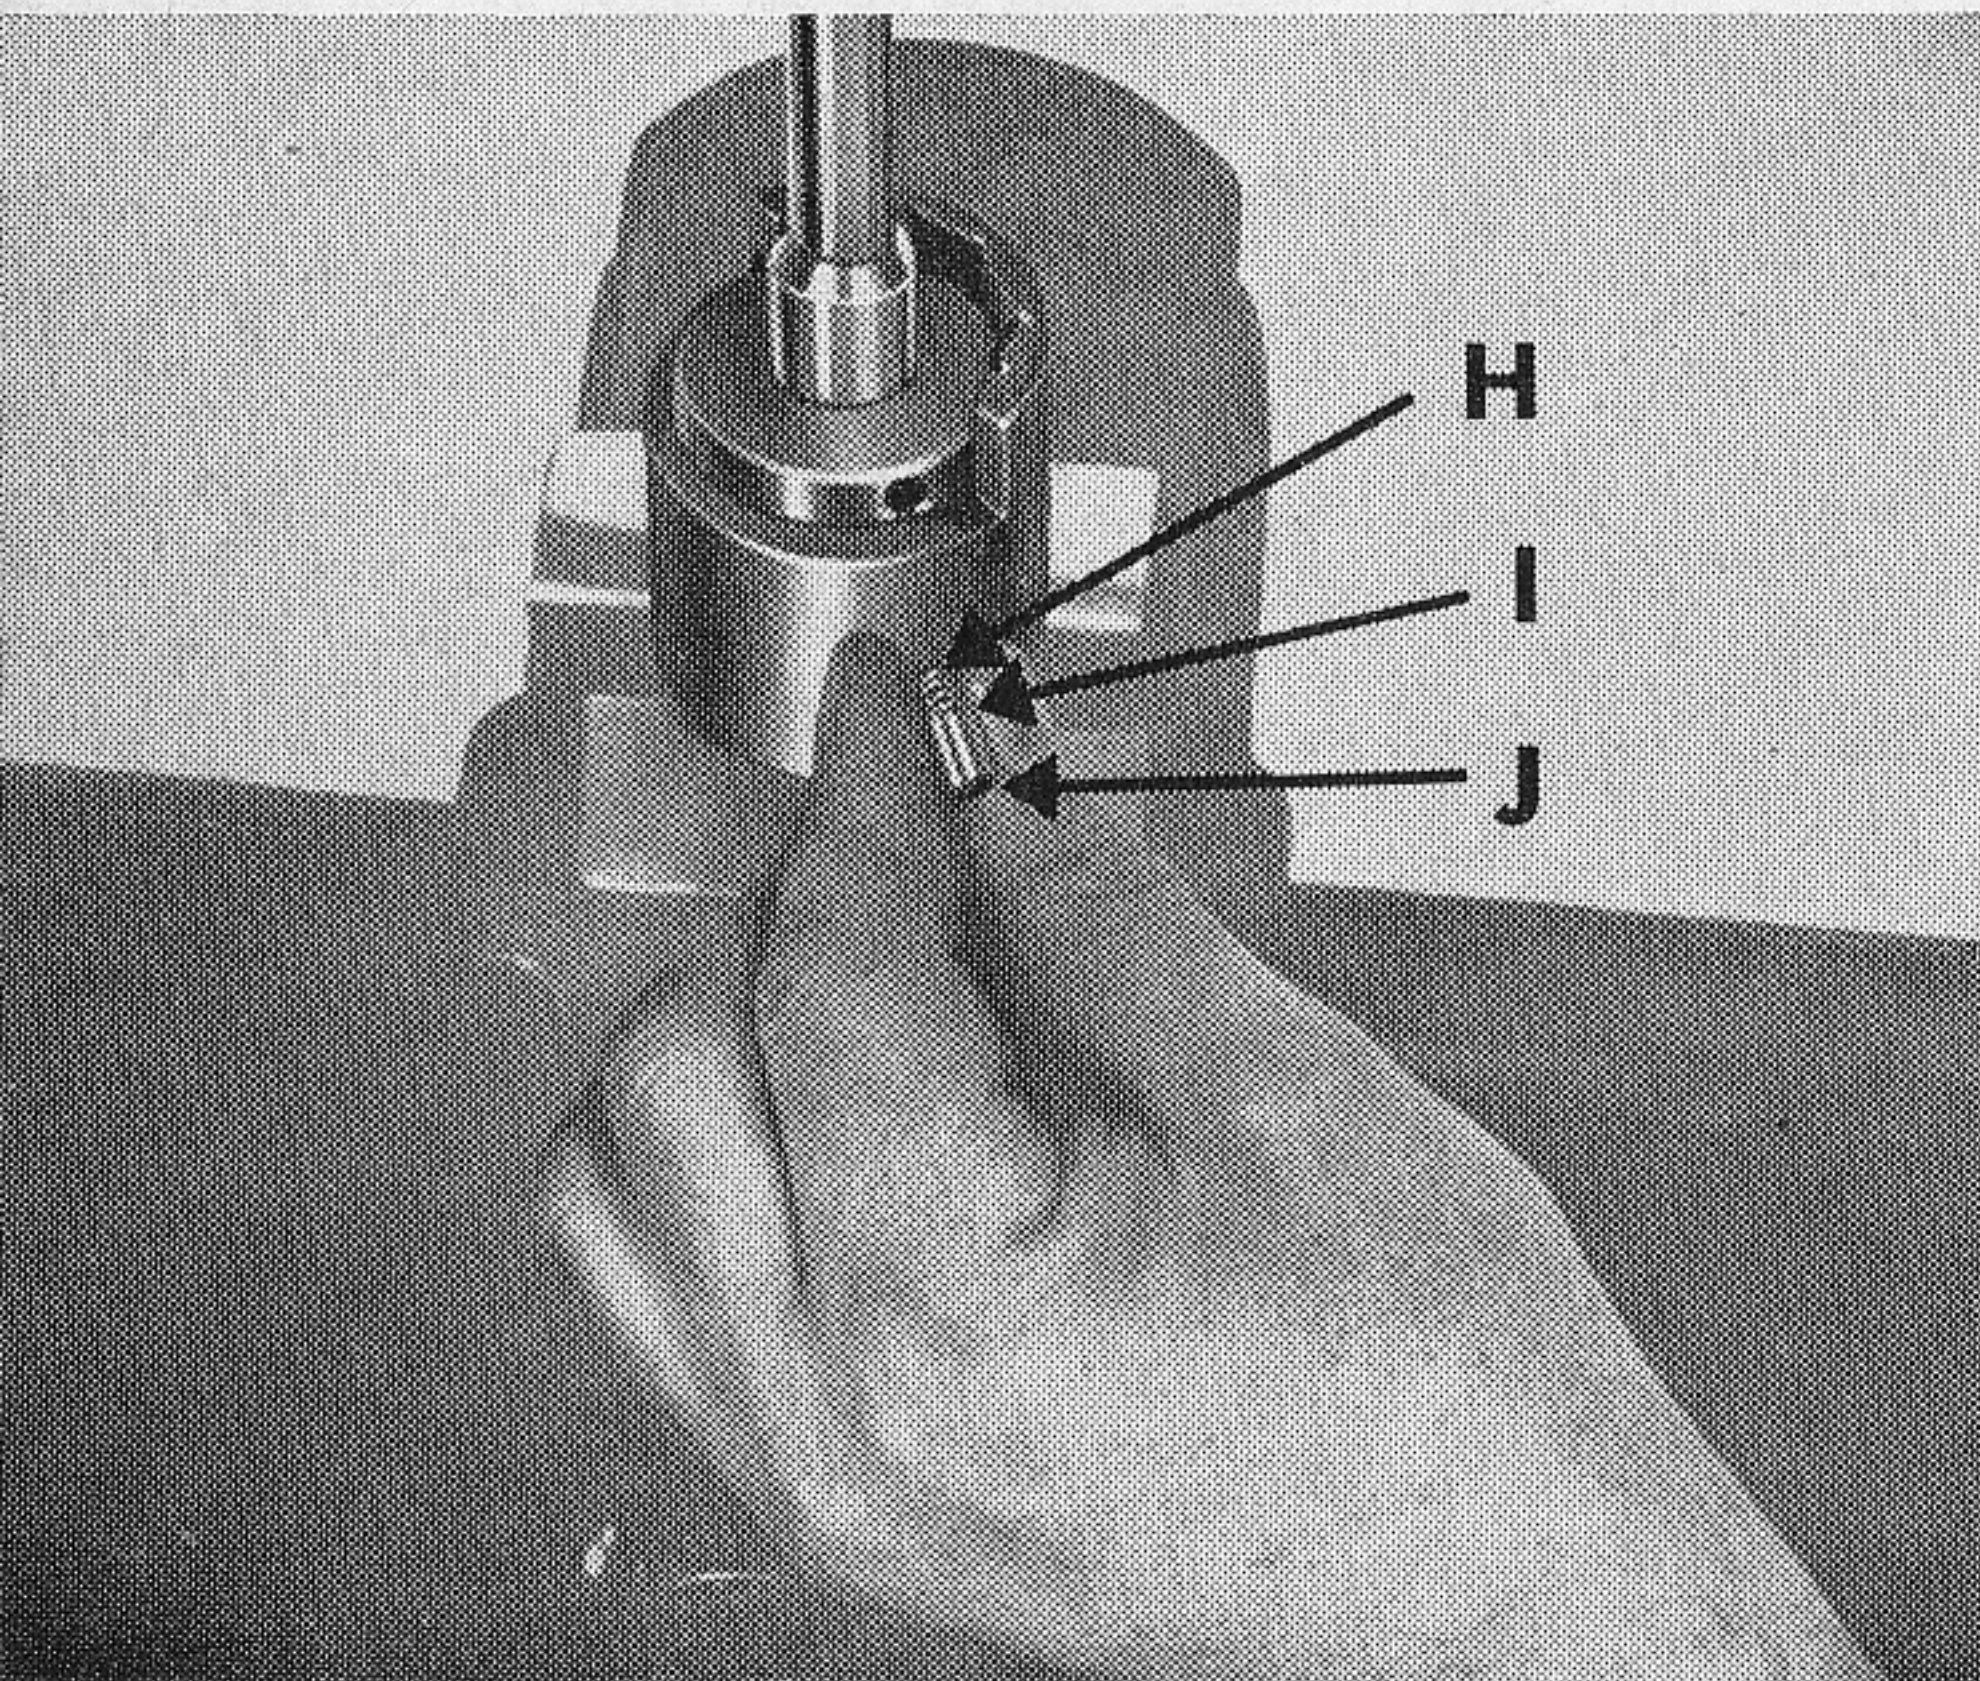

Bild 72
Nach Einsetzen des Seegerringes in die dafür vorgesehene Ausnehmung der Schaltwelle wird der Klinkenabweiser so gedreht, daß die seitliche Bohrung zur Aufnahme des Halbrundnietes (H) Druckfeder (I) und Arretierbolzen (J) frei wird. Nach Einsetzen dieser Teile in der genannten Reihenfolge ist der Klinkenabweiser wieder so zu drehen, daß der Arretierbolzen in die Ausnehmungen für die Innenarretierung der Schaltglocke einrastet. Für die Montage der Fußschaltwelle wird auch hier auf den 2. Gang geschaltet (Bild 72).